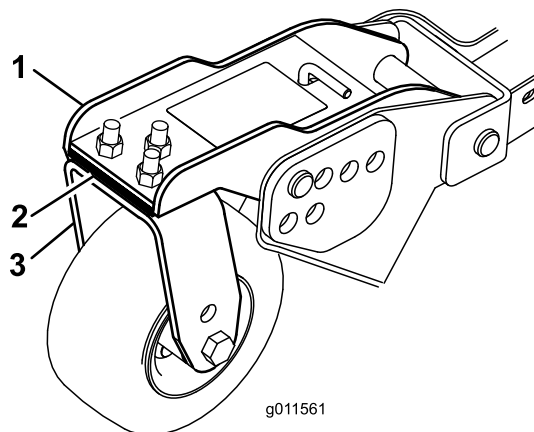

Figura 82
1. Togliete le viti a testa cilindrica e i dadi che fissano il braccio della ruota orientabile alla forcella (Figura 82).